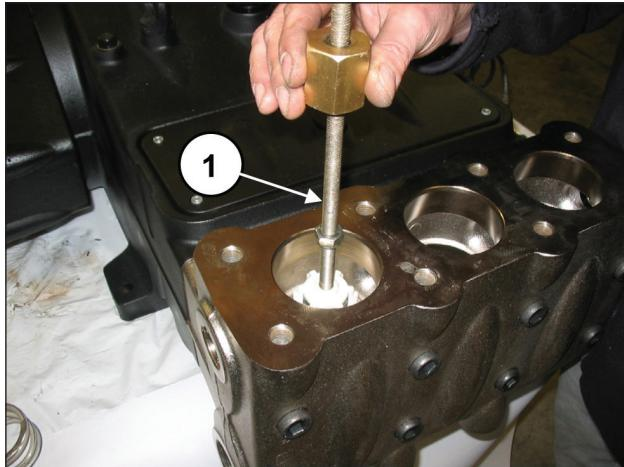

Fig. 92
Extraer el grupo de la válvula de envío colocando un extractor de percusión en el orificio M10 de la guía de la válvula (pos. ①, Fig. 92).